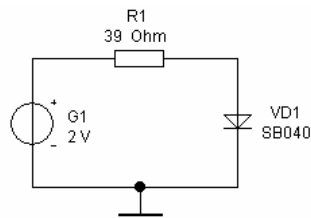

Рисунок 20 – Схема для задачи пункта 12
12. Определить режим работы диода в схеме (Рисунок 20), при  $E=2В$ ,  $R1=39$  Ом, используя ВАХ диода. Найти сопротивление постоянному току и дифференциальное сопротивление диода.